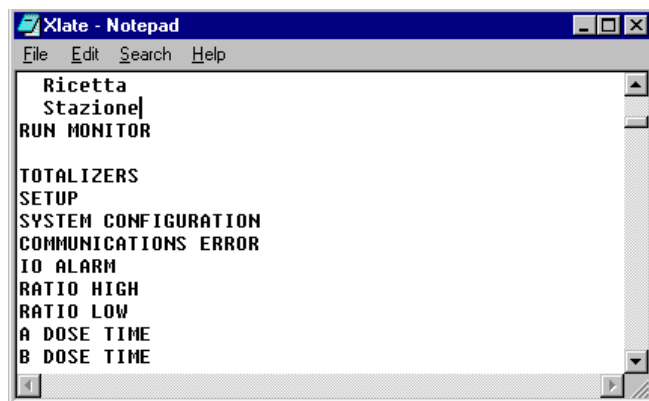

Fig. 13.54
- Abra el archivo de texto y reemplace el texto en inglés por la traducción que desea. Vea la Fig. 13.54.